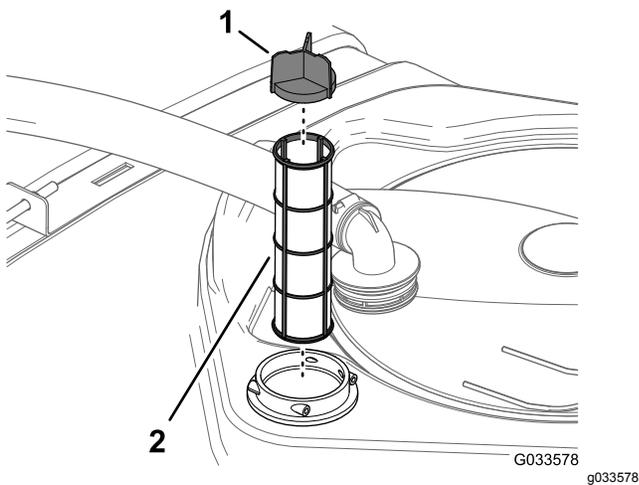

Figura 47
4. Retire o filtro de rede da sucção da estrutura do filtro no depósito (Figura 47).